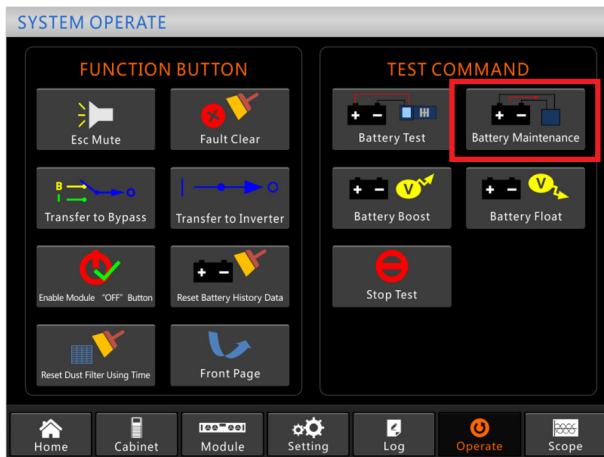

Fig. 59. Mantenimiento de las baterías
1. **Test de descarga manual:** Entre en el menú Operación tal como se muestra en la Fig. 59 y pulse el icono «Mantenimiento de baterías» . El sistema transferirá a modo Batería para iniciar la descarga. Este proceso se detendrá automáticamente cuando llegue al 20% de la capacidad de las baterías o en caso de que la tensión llegue al límite inferior programado. Se puede parar manualmente este proceso mediante la función de «Parar Test» .